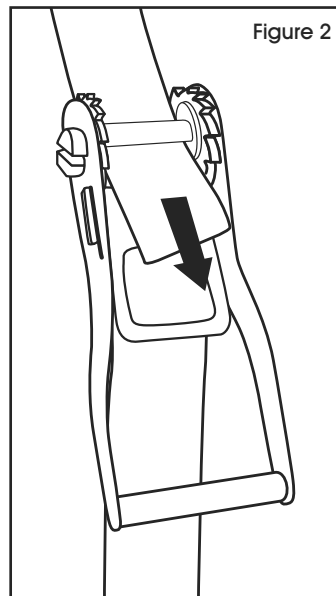

Figure 2
2. Insert free end of strap through mandrel slot in ratchet and pull through until strap is snug around the load. (See Figure 2)
2. Insérez l'extrémité libre de la sangle dans la fente du mandrin en cliquet et tirez jusqu'à ce que la sangle soit bien serrée autour du chargement. (Voir figure 2)